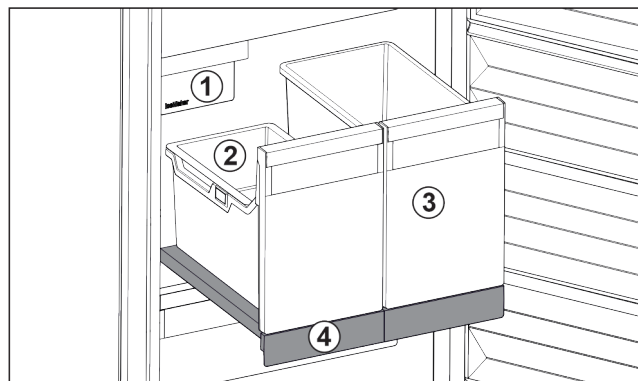

Fig. 137 Izvlačna ploča s IceTower
Na izvlačnoj ploči se nalaze dva visoka spremnika (IceTower). U spremniku se skupljaju i spremaju Fig. 137 (2) kockice leda iz IceMaker. Spremnik Fig. 137 (3) je prikladan za čuvanje visokih namirnica kao što su pizza ili alkoholna pića. Izvlačna ploča s IceTower montirana je na staklenoj ploči s izvlačnim vodicama. Izvlačnu ploču možete rastaviti radi čišćenja.